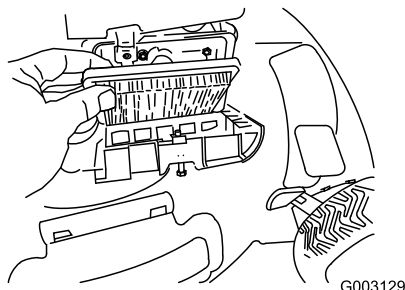

Figura 35
4. Montate il coperchio (Figura 35).